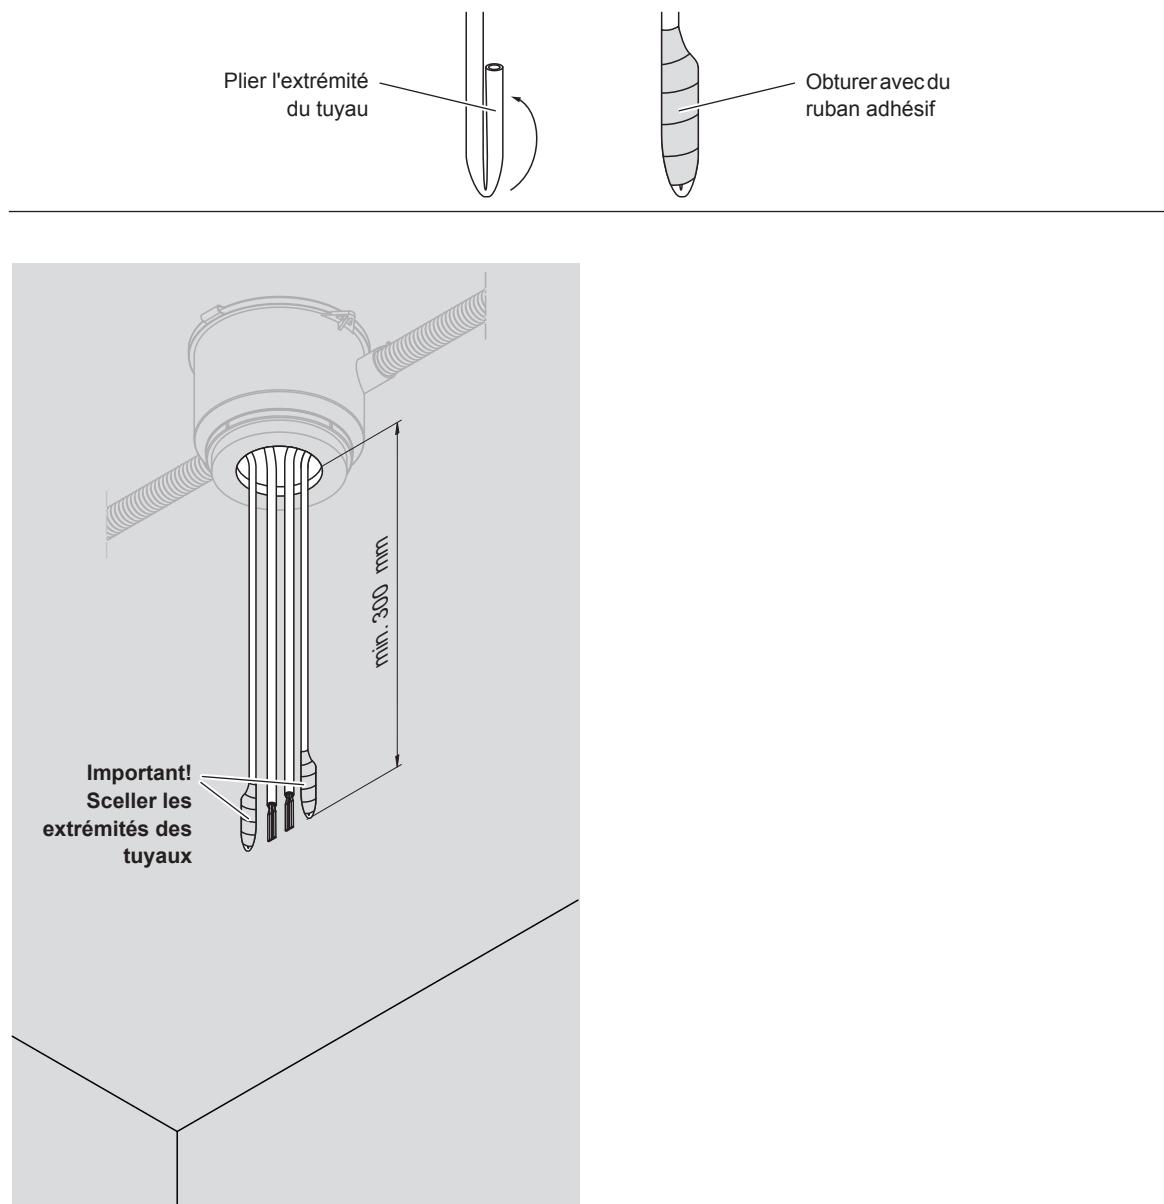

Fig. 30 : Indication de longueur des tuyaux et des câbles bus CAN
- Les tuyaux et les câbles bus CAN doivent dépasser d'au moins 300 mm des points de connexion dans le plafond ou le mur avant d'être coupés (voir Fig. 30).
- Près de l'unité centrale et, si le dispositif en est pourvu, du module de vidange externe, découpez les tuyaux et les câbles bus CAN en laissant une longueur supplémentaire suffisante permettant de les brancher aisément (voir Fig. 30).